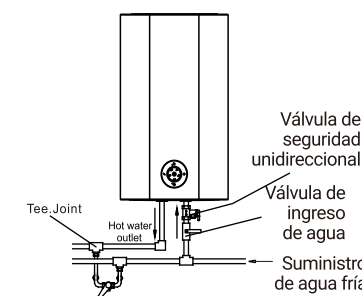

Figure 4
- (8) Si los usuarios desean un suministro de agua multicanal, pueden conectar la tubería de agua según el método que se muestra en la Fig. 4.